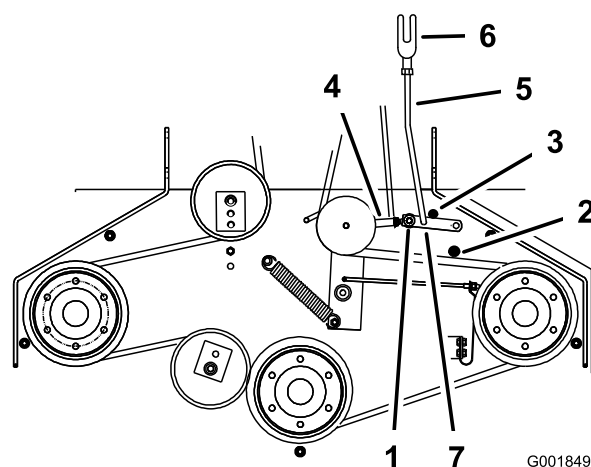

Figure 48
8. Pour ajuster la bielle du bras d'assistance, enlevez la goupille fendue du bras d'assistance (Figure 48).
11. Installez la bielle dans le bras d'assistance et fixez-la avec la goupille fendue (Figure 48).
5. Vérifiez que le bras d'assistance est en appui contre la butée arrière sur le plateau (Figure 48).
7. Le bras d'assistance doit toucher la butée avant sur le plancher. Dans le cas contraire, réglez le levier coudé pour le rapprocher du renfort (Figure 48).